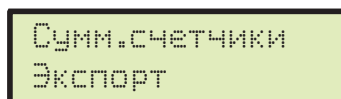

Рис. 74
- Можно сохранить отчеты счетчиков на флеш-накопителе, используя специальную функцию **Экспорт** (Рис. 74).
- Выберите пункт **Экспорт** (Рис. 74) и нажмите на **ОК**.